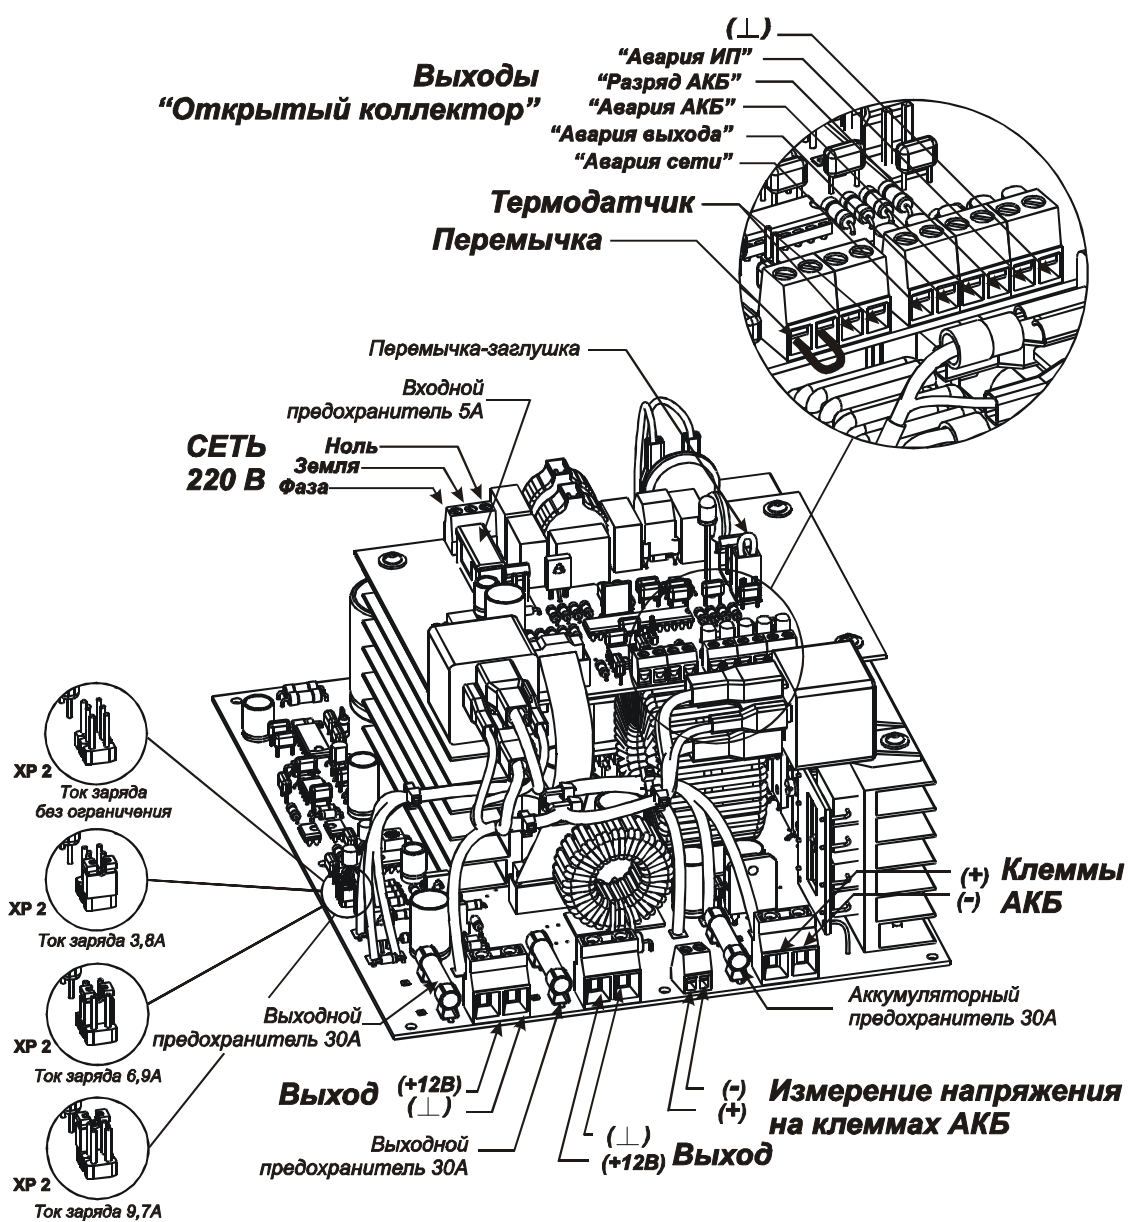

РИС.4
- выставить перемычками ток заряда АКБ (см. таблицу 3 и рисунок 4) (перед выбором тока заряда, посмотрите в документации на АКБ, используемые у вас, какой ток зарядки рекомендуется);